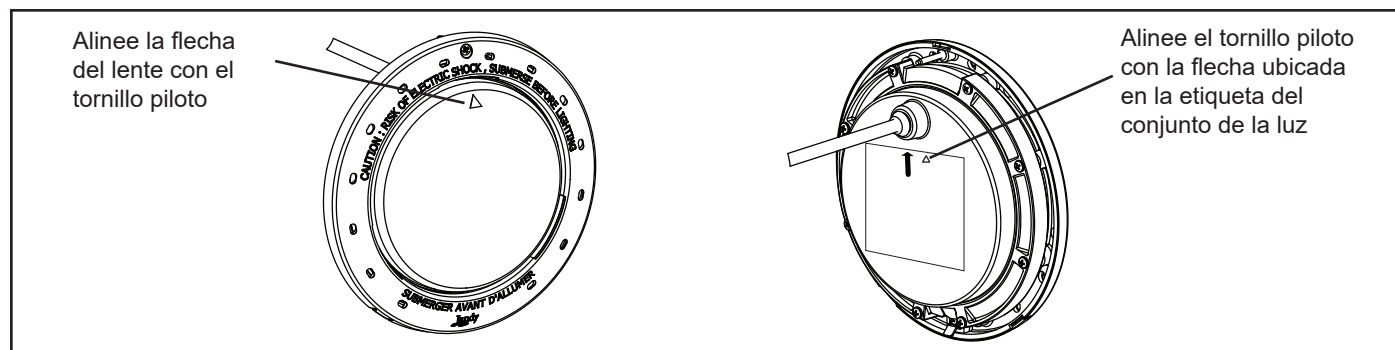

Figura 10. Alineación del lente, el aro frontal, el compartimento y las abrazaderas de las luces WaterColors
2. Mientras sostiene el conjunto de la luz hacia arriba, coloque el lente de vidrio con la empaquetadura encima de la luz. Tenga en cuenta que la empaquetadura del lente no tiene forma simétrica. Por eso, se debe instalar correctamente de manera que el lente quede sellado en el compartimento de la luz. Coloque la junta en el lente con la orientación que se muestra en la Figura 10. En la luz pequeña, reemplace el lente divergente introduciendo las pestañas entre el lente y la junta.
3. Coloque el lente y la junta sobre el conjunto de la luz. Coloque el conjunto del aro frontal sobre el lente y alinee el tornillo piloto con la marca de flecha pequeña en la cara del lente. Tenga en cuenta que la marca de la flecha pequeña sobre la cara del lente y el tornillo piloto del aro frontal deben estar alineados con la flecha ubicada en la etiqueta de la luz que dice, "Arrow on this label must line up with the pilot screw on the Face Ring" (La flecha en esta etiqueta debe estar alineada con el tornillo piloto del aro frontal)". Consulte la Figura 10.